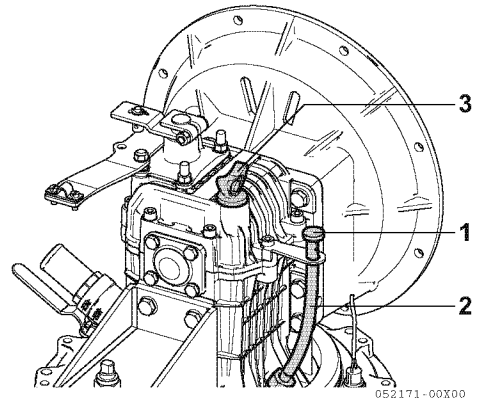
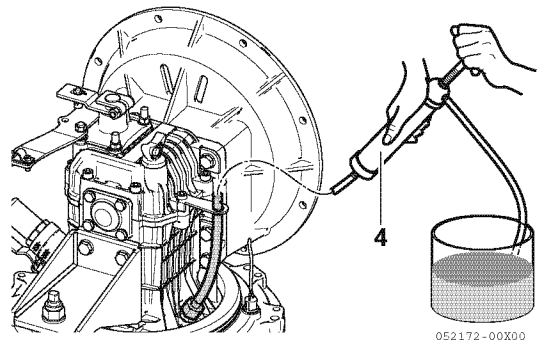

Figura 11
Figura 12
1. Il cambio dell'olio va effettuato rimuovendo il tappo (1, **Figura 11**) dal tubo di aspirazione dell'olio (2, **Figura 11**).
L'aspirazione può essere eseguita usando una pompa manuale (4, **Figura 12**).
2. Spingere il tubo della pompa manuale (4, **Figura 12**) attraverso il tubo di aspirazione (2, **Figura 11**) ed aspirare il liquido.
3. Svitare l'astina dell'olio (3, **Figura 11**).
5. Avvitare l'astina dell'olio (3, **Figura 11**).